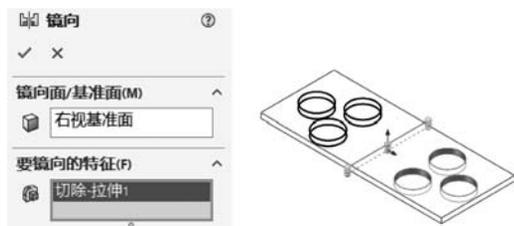

图 5-18 特征镜像
① 单击【特征】选项卡上的【镜像】按钮,会出现【镜像】属性管理器。
② 在【镜像面/基准面】组,激活【镜像面/基准面】列表,选择【右视基准面】。
③ 在【要镜像的特征】组,激活【要镜像的特征】列表,在 FeatureManager 设计树中选择【切除-拉伸 1】,如图 5-18 所示。